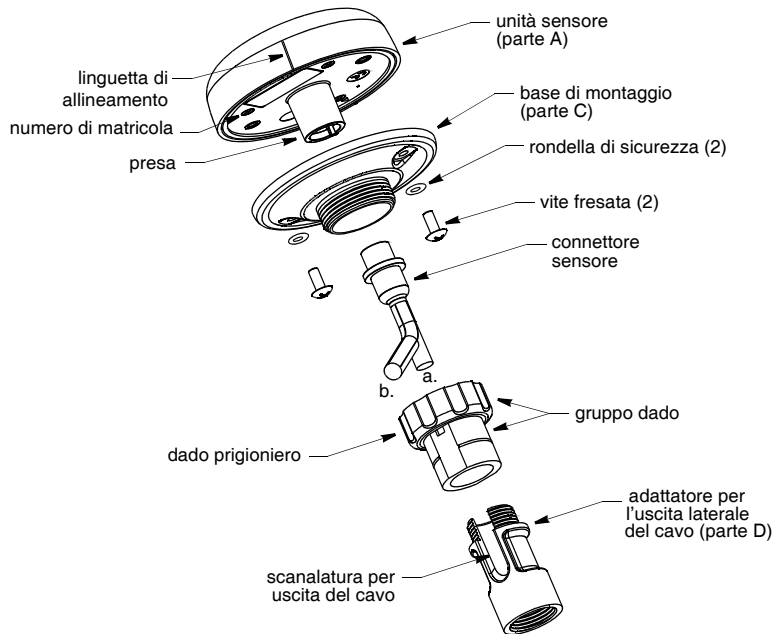

Figura 2. Montaggio su palo/rotaia
1. Rimuovete l'etichetta dalla presa dell'unità sensore (Figura 2). Fissate la base di montaggio (parte C) all'unità sensore (parte A) con le due viti fresate e le rondelle di sicurezza fornite. La coppia per le viti è di 1,35 Nm.